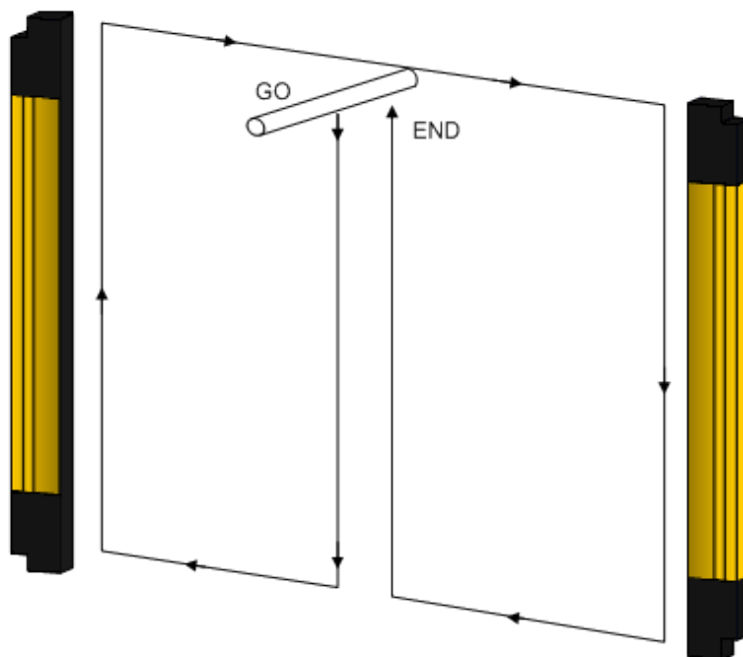

Abb. 16 – Führungsweg des Testobjektes
- Die Strahlen auf dem gesamten Schutzfeldbereich werden mit einem der Auflösung entsprechenden Testobjekt (Prüfstab) (TP-14 oder TP-30), gemäß dem Schema auf Abb. 16 unterbrochen.